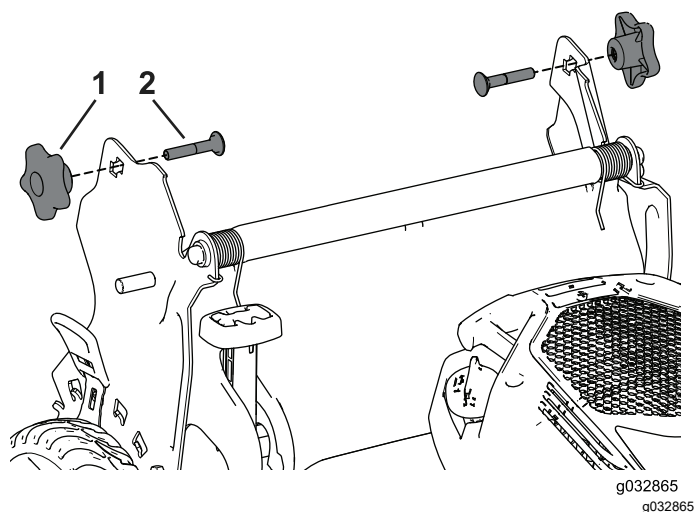

Рисунок 24
3. Вставьте каретный болт (так, чтобы головка болта была направлена внутрь) сквозь кронштейн рукоятки и в верхнее отверстие торцевой части рукоятки. Убедитесь, что квадратная кромка каждого каретного болта вошла в верхнее или нижнее квадратное отверстие соответствующего кронштейна рукоятки (Рисунок 24).